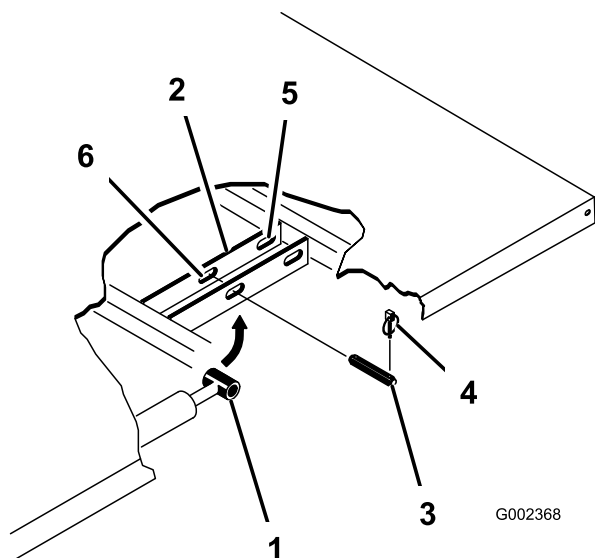

Рисунок 32
3. Удалите шплинты из наружных концов штифтов с отверстием под шплинт на штоках гидроцилиндров (Рисунок 32).
4. Удалите шплинтуемые штифты, крепящие концы штоков гидроцилиндров к монтажным плантам кузова, протолкнув штифты внутрь (Рисунок 32).
5. Выньте шплинты и штифты с отверстием под шплинт, которые крепят шарнирные кронштейны к швеллерам рамы (Рисунок 32).